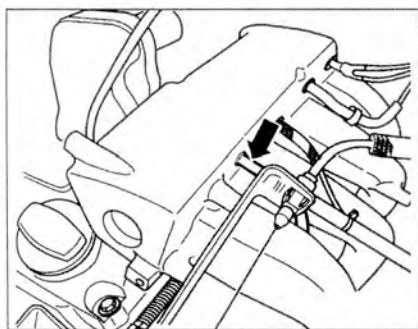

Рис. 2.91. Отсоедините вакуумную трубку от регулятора давления топлива на впускном коллекторе (стрелка).
5. Отсоедините вакуумную трубку от регулятора давления топлива на впускном коллекторе (**стрелка**) (рис. 2.91). Давление топлива должно увеличиться до 4.0 бар.